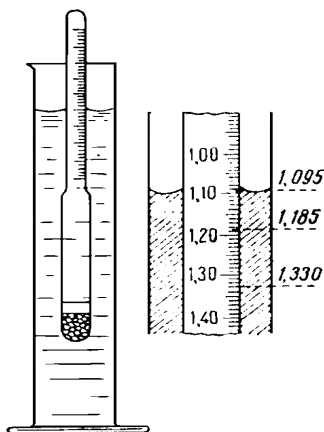

Рис. 6.1. Ареометр и отсчет по его шкале
*1. Приготовление раствора хлорида натрия с заданной массовой долей соли разбавлением концентрированного раствора.* В мерный цилиндр налить раствор хлорида натрия и ареометром (см. рис. 6.1) определить его плотность. По справочной таблице найти концентрацию исходного раствора (в % по массе). Рассчитать, сколько миллилитров исходного раствора и воды следует взять для приготовления 250 мл 5% раствора. Воду отмерить цилиндром и вылить в мерную колбу объемом 250 мл. Исходный раствор поваренной соли отмерить цилиндром на 100 мл и влить в колбу с водой. Раствор в колбе перемешать. Цилиндр ополоснуть небольшим объемом раствора из колбы, который затем присоединить к общей массе раствора в колбе.